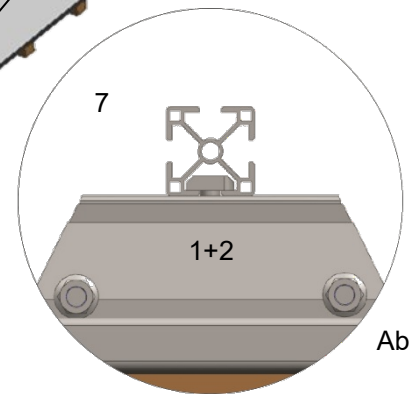

Abb.3
- Fixieren Sie nun die Montageschienen (7) oben bzw. unten mittels Hammerkopfschrauben M8 (6) und Sperrzahn-Mutter (10) an den Blechfalzklemmen (Abb.3).